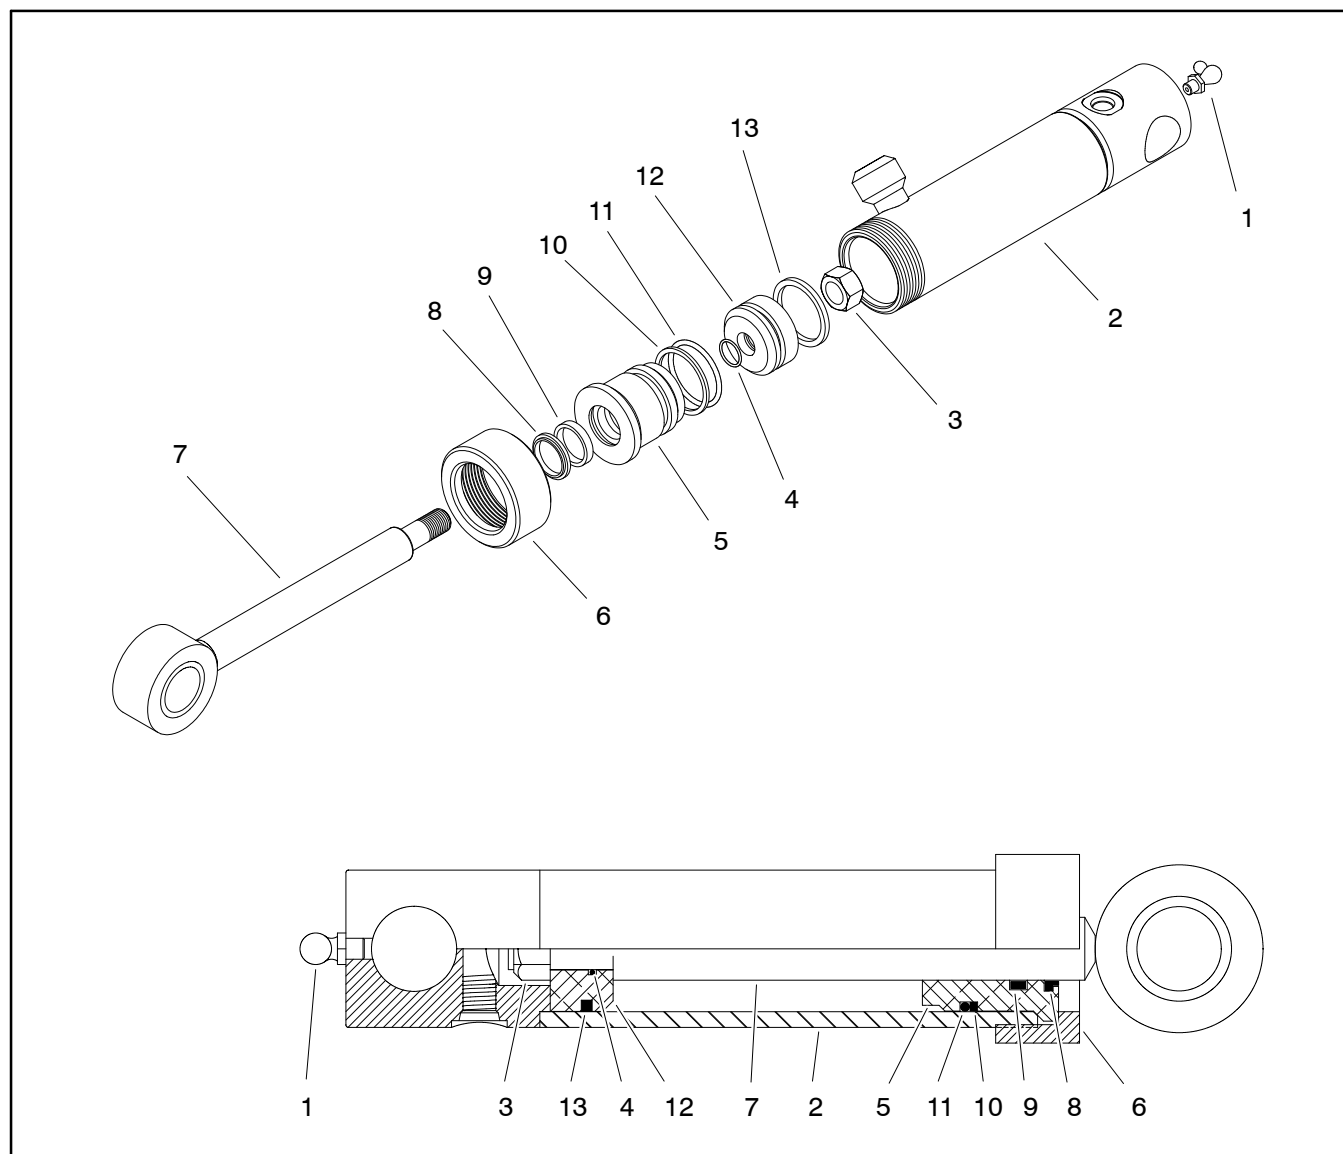

Figure 142
**Disassembly (Fig. 142)**
**Assembly (Fig. 142)**